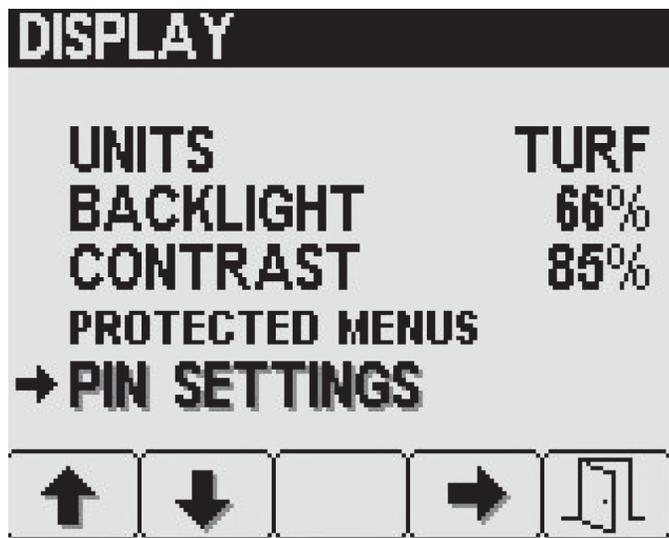

Bild 31
1. Drücken Sie auf dem Menübildschirm „Display“ die Taste 2, um auf die Option „PIN Settings“ zu navigieren; drücken Sie Taste 4, um „PIN Settings“ auszuwählen (Bild 31).
1. Drücken Sie auf dem Bildschirm „PIN Settings“ die Taste 2, um auf die Option „PIN Change“ zu navigieren; drücken Sie Taste 4, um „PIN Change“ auszuwählen (Bild 31).